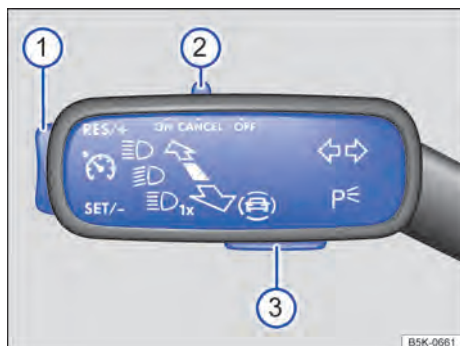

Fig. 148 À esquerda na coluna de direção: interruptores e botões para comandar o limitador de velocidade.
— Empurrar o interruptor → Fig. 148 (2) para a posição **ON**.
— Durante a condução, pressionar o botão → Fig. 148 (1) na área **SET/-**.
A velocidade salva pode ser ajustada através do botão → Fig. 148 (1):
Para alterar continuamente a velocidade salva, manter o botão → Fig. 148 (1) pressionado.
— Pressionar o interruptor → Fig. 148 (2) para a posição **CANCEL**.
— Pressionar o botão → Fig. 148 (1) na área **RES/+**.
— Empurrar o interruptor → Fig. 148 (2) para a posição **OFF**.
1. Pressionar o botão → Fig. 148 (3).